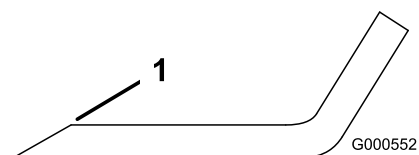

Bild 54
1. Schärfen Sie die Schnittkante an beiden Enden des Schnittmessers mit einer Feile (Bild 54).
Hinweis: Feilen Sie, wenn das Schnittmesser nicht ausgewuchtet ist, vom Flügelbereich des Messers etwas Metall ab (Bild 54).